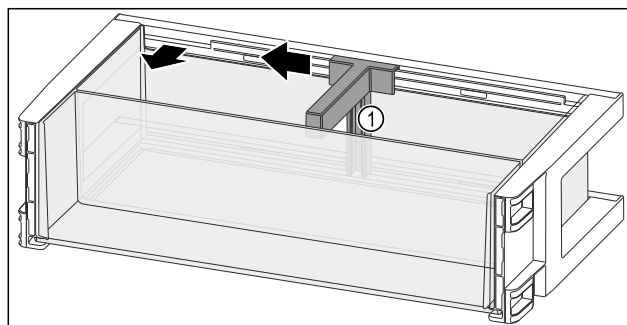

Fig. 92
- Skyv flaskeholderen Fig. 92 (1) frem til fordypningen til side.
- Fjern flaskeholderen Fig. 92 (1).